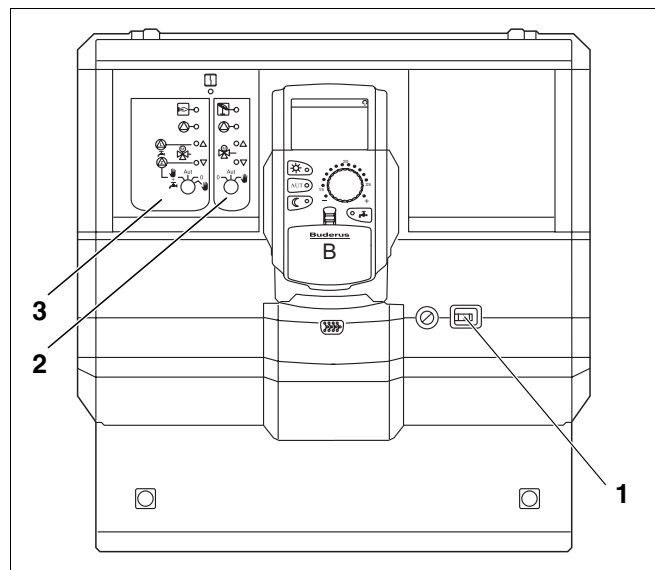

Fig. 16 Logamatic 4121
- Conectarea aparatului de reglare de la comutatorul (Fig. 16, **Poz. 1**) de funcționare.
- Circuit de încălzire 1 (+ apă caldă) (Fig. 16, **Poz. 3**) de la comutator  poziționare manual  respectiv .
- Circuit de încălzire (Fig. 16, **Poz. 2**) de la comutator  poziționare manuală pe .